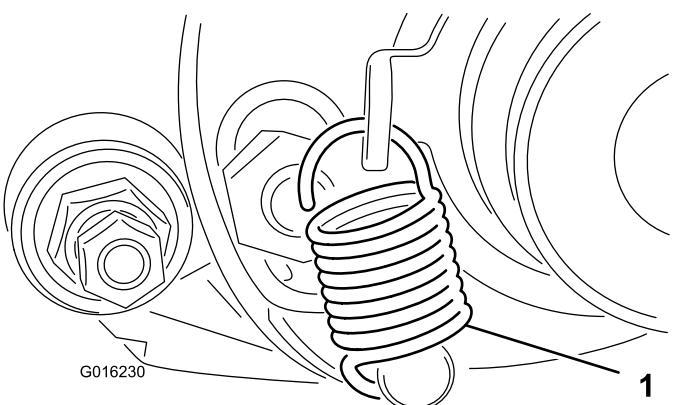

Рисунок 13
29. Поворачивайте натяжной шкив до тех пор, пока пружина отводного рычага не войдет в зацепление с отверстием в кронштейне шкива и спицкой, как показано на Рисунок 13.